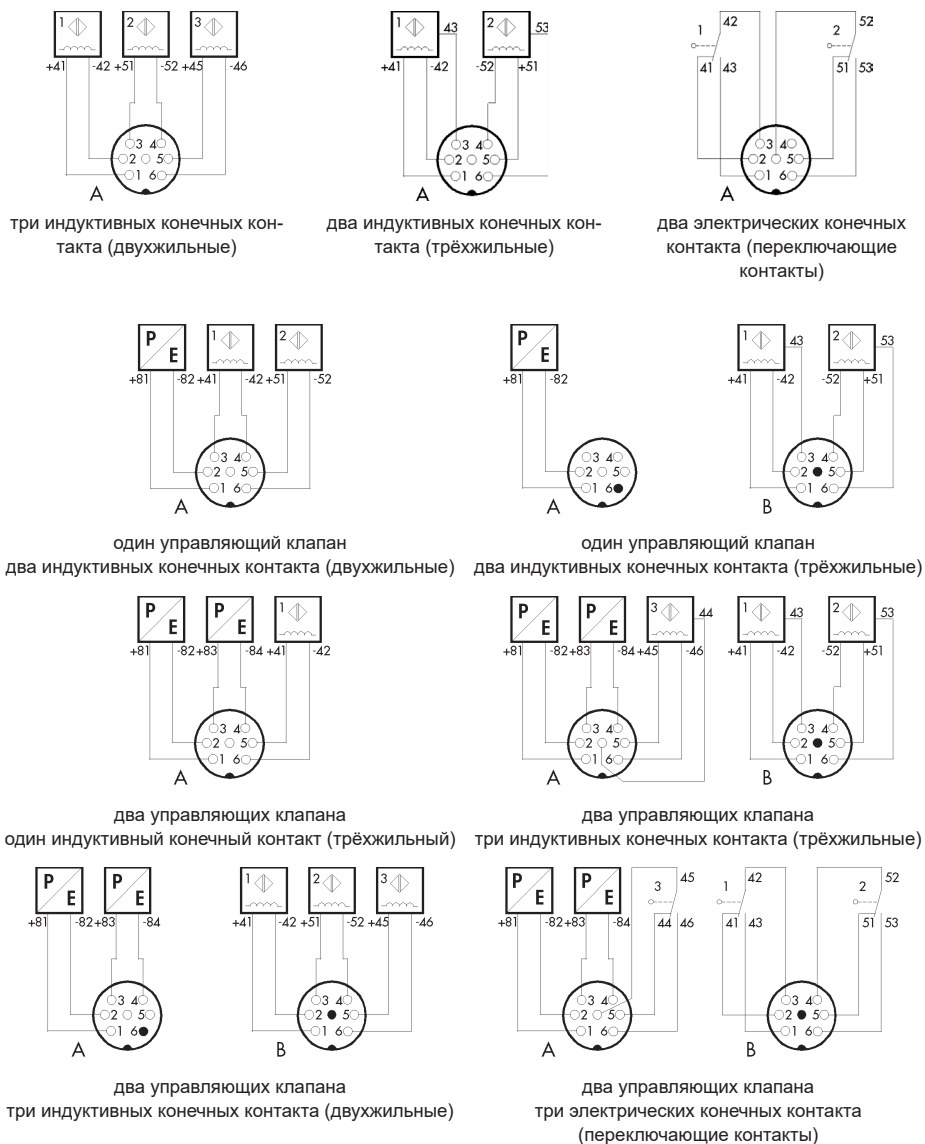

Рис. 13: Схемы подключения максимально возможного количества устройств
- Схема электрических соединений для круглых разъёмов Binder (Fig. 13)